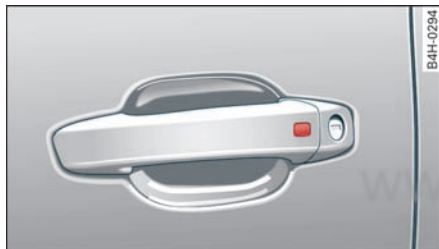

图 19 车门拉手：用便捷式智能钥匙锁止
- ▶ 要给车辆上锁时，请关闭车门并触摸车门把手中的感应器一次 ⇨ 图 19，⇨ 警告。不要抓住车门拉手。